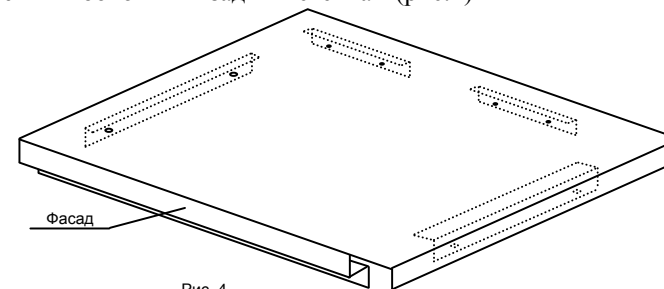

Рис. 4
**Крыша шкафа.** На внутренней поверхности с трех сторон располагаются 4 детали с восемью продолговатыми отверстиями для крепления к боковым и задним стенкам (рис.4)